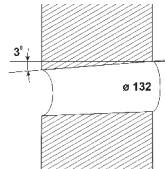

Рис. 2
- В размеченном месте сверлится отверстие, на всю толщину стены, диаметром 132 мм, с углом наклона в сторону улицы 2-3 градуса (для отвода конденсата) (Рис. 2).